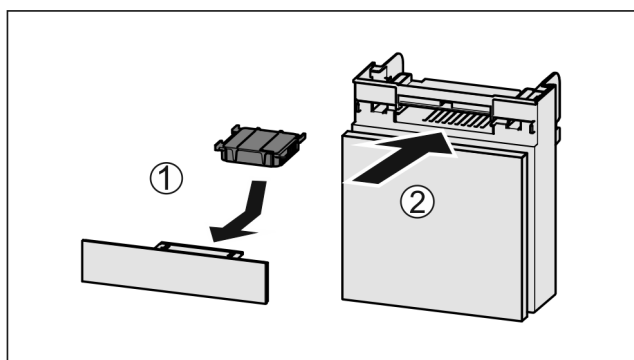

Fig. 39
- ▶ Установите фильтр с активированным углем, как показано на рисунке Fig. 39 (1).
- ▶ Вставьте отделение Fig. 39 (2).